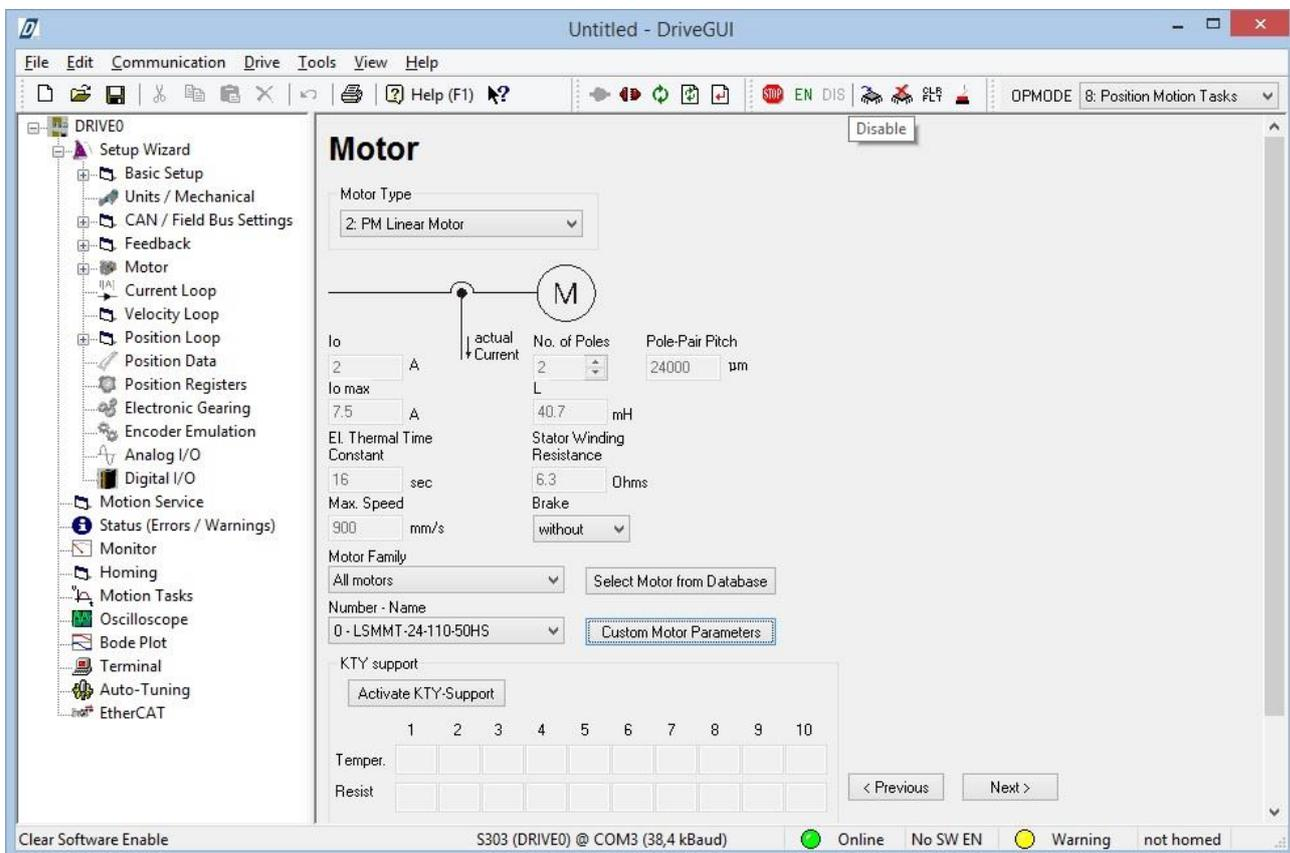

Рис. 12. Настройка параметров двигателя
5. На вкладке Motor (рис. 12) устанавливаются параметры двигателя.